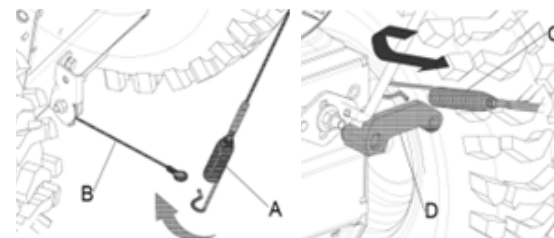

Рис. 3
- Присоедините левый трос (Рис. 3 (A)) на верхней ручке к кабелю (Рис. 3 (B)), выходящему из коробки передач, а правый кабель (Рис. 3 (C)) к суппорту (Рис. 3 (D)). (Рис. 3).